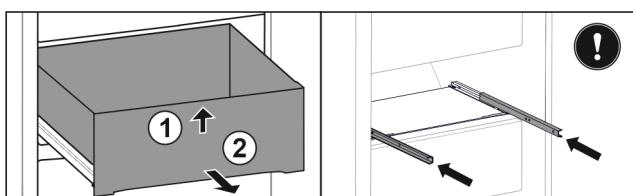

Fig. 147
- Ridicați sertarul în față. Fig. 147 (1)
- Extragăti sertarul spre înainte. Fig. 147 (2)